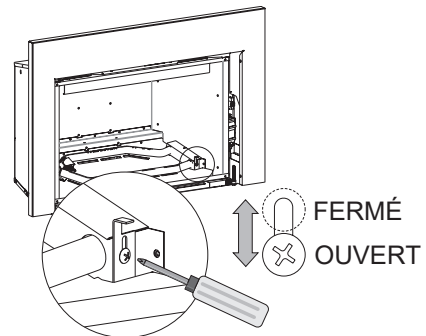

Figure 10 - Obturateur d'air du brûleur avant
10. Desserrer la vis de l'obturateur d'air avant et abaisser l'obturateur jusqu'à son arrêt. Puis, serrer la vis. **Voir Figure 10.**